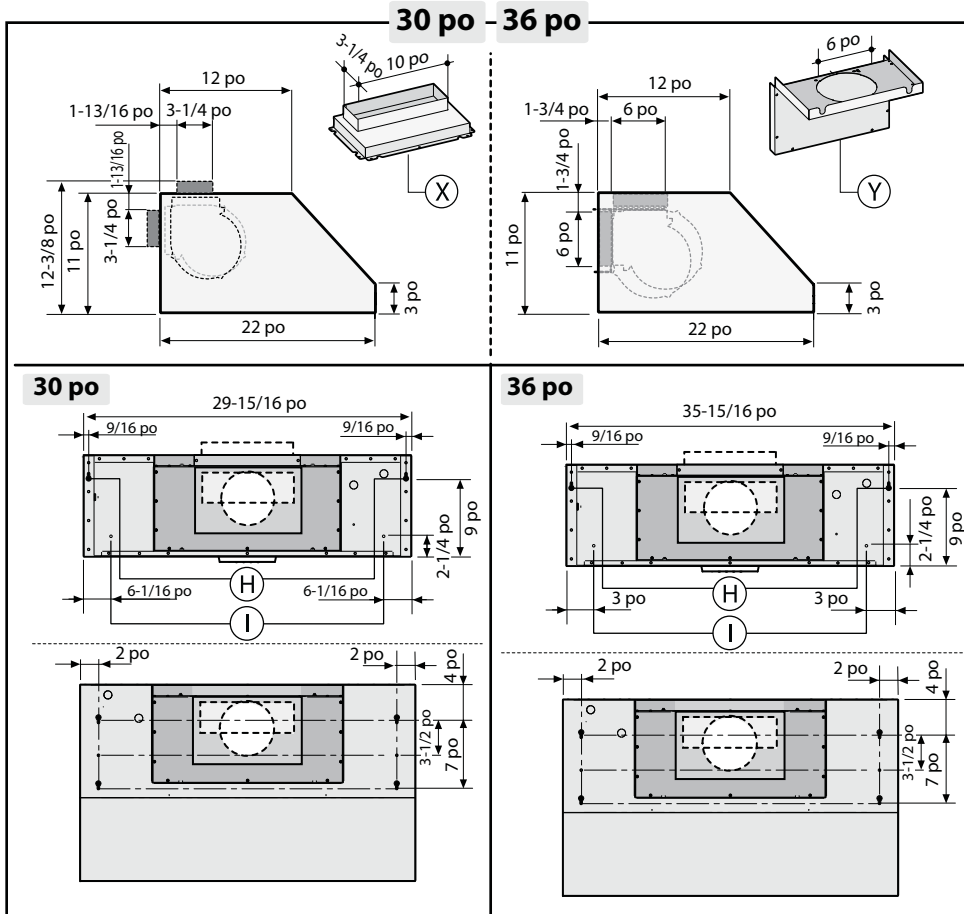

Fig. 7
- Percez 6 trous sur l'armoire en respectant les mesures indiquées (Fig. 7).
- Percez 4 trous en respectant les mesures indiquées (Fig. 7).